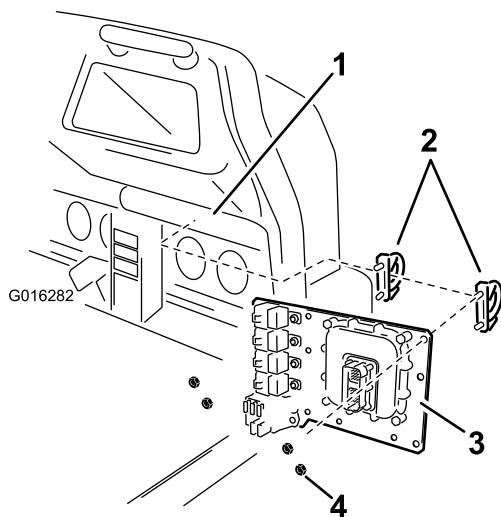

Bild 15
B. **Workman 200-Spritzsystem:** Befestigen Sie die Montageplatte mit zwei U-Bügelklemmen und zwei Muttern (5/16 Zoll), wie in dargestellt. Bild 15.